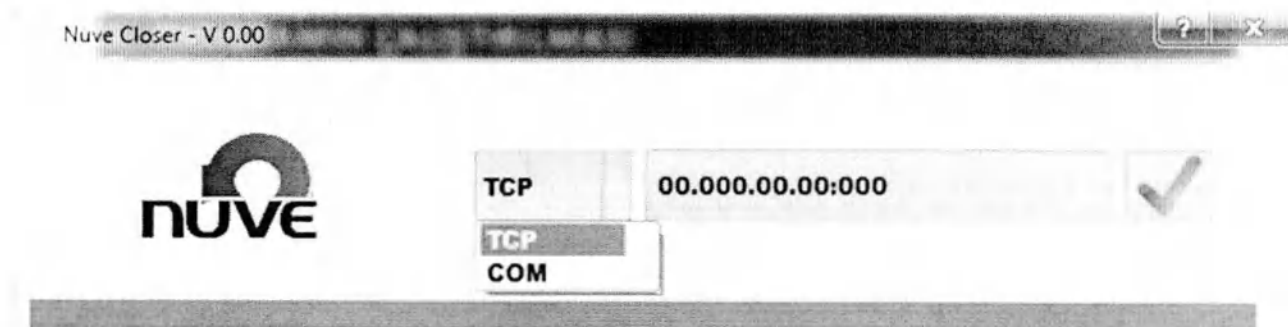

Рисунок 1
- Появится экран параметров подключения (рис. 1).